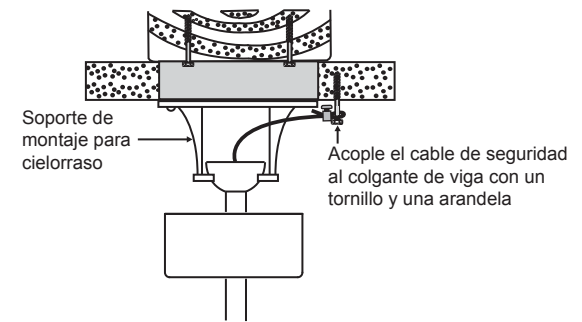

Fig. 12
Step 1. Inserte un tirafondo y arandelas en el colgante de viga junto al soporte de montaje, pero no ajuste. (Fig. 12)